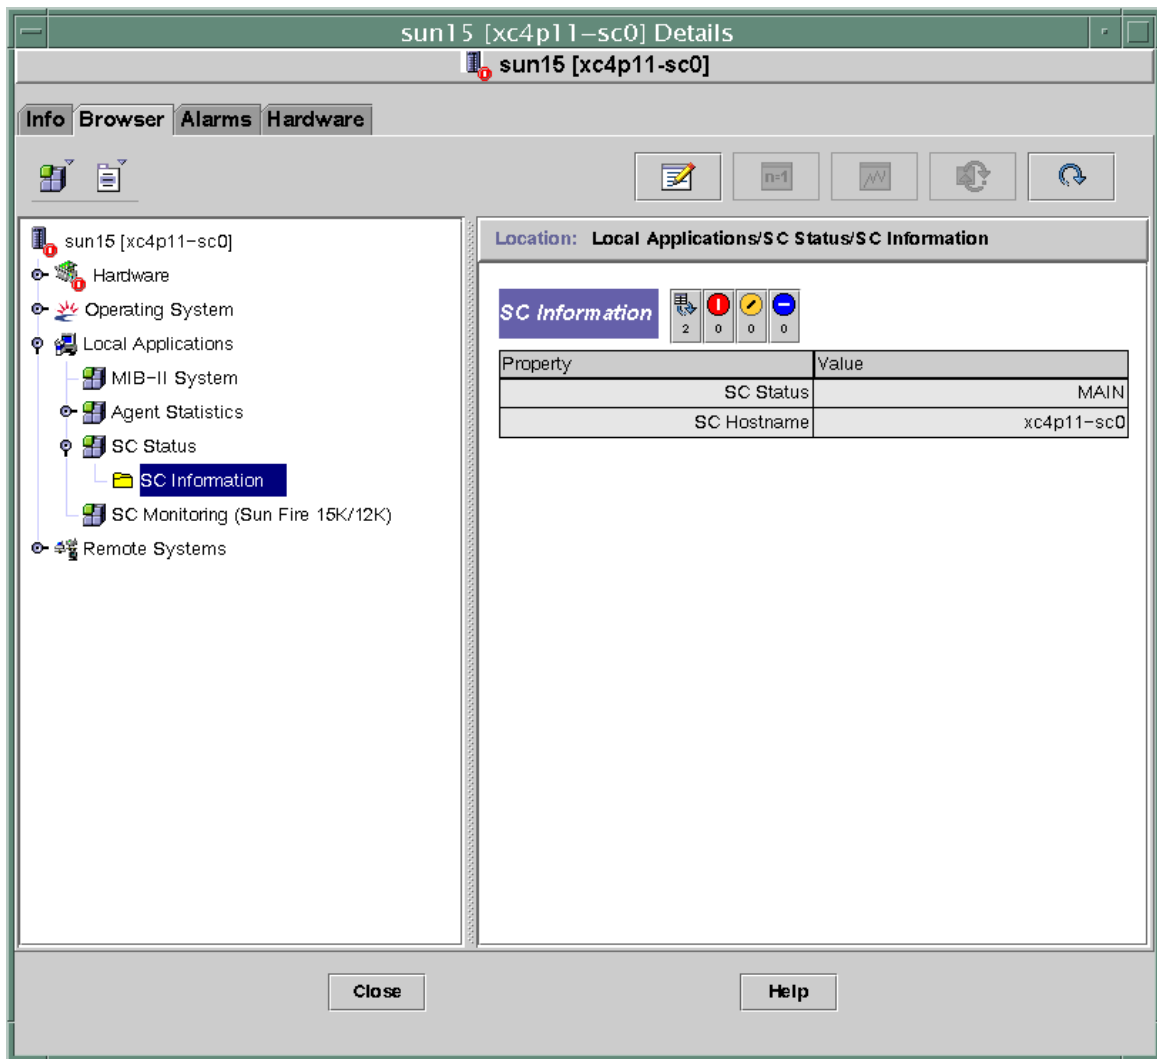

图 6-6 显示 MAIN 状态的 SC 信息
图 6-6 显示了“SC Status（SC 状态）”模块的图标，它在主机 (SC) “Details（细节）”窗口中的“Browser（浏览器）”选项卡和“Local Applications（本地应用程序）”图标下显示。图 6-6 还显示了“SC Information（SC 信息）”图标，它位于“SC Status（SC 状态）”图标下，可单击它来查看 SC 信息表。
- MAIN — 此系统控制器充当主系统控制器（图 6-6）。